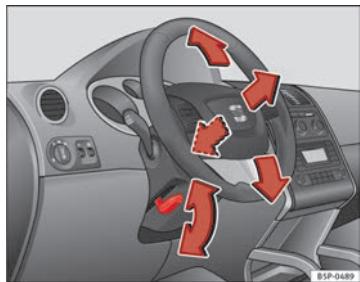

Fig. 132 Ajuste de la posición del volante.
- Tire hacia abajo de la palanca ⇒ fig. 132 situada debajo de la columna de dirección ⇒ ⚠.